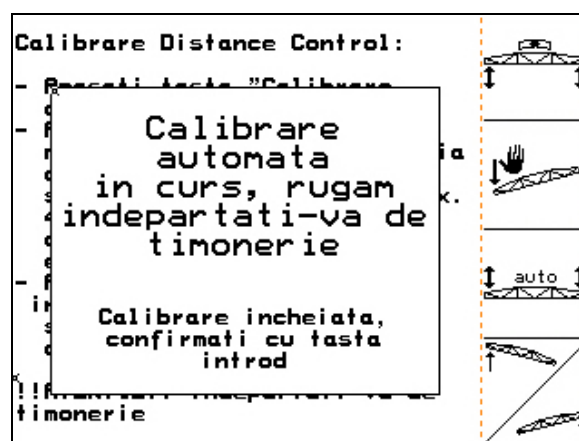

Fig. 33
- Când calibrarea automată este finalizată, calculatorul va indica acest lucru (Fig. 33).